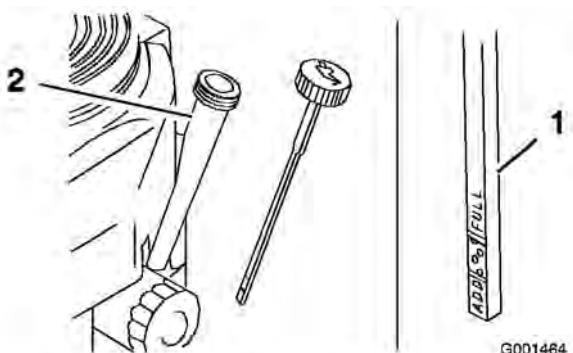

Figura 34
4. Limpie alrededor de la varilla de aceite (Figura 34) para impedir que caiga suciedad por el orificio de llenado y cause daños en el motor.
5. Desenrosque la varilla de aceite y límpie el extremo (Figura 34).
6. Deslice la varilla a fondo en el tubo de llenado, pero no la enrosque en el tubo (Figura 34).
9. Vierta lentamente un 80% aproximadamente de la cantidad especificada de aceite por el tubo de llenado (Figura 34).